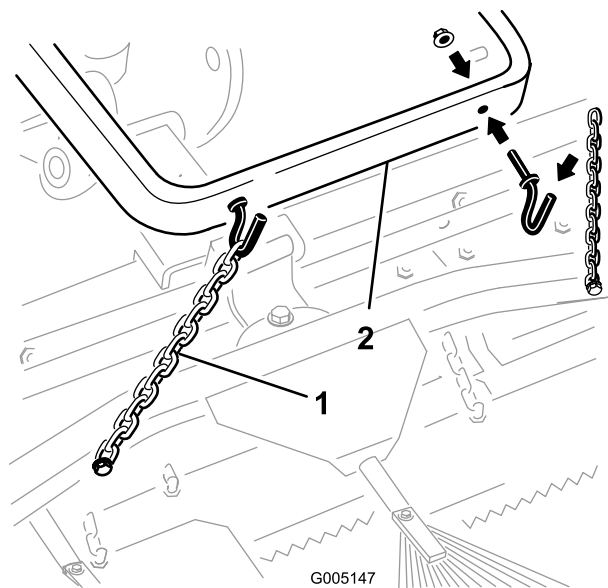
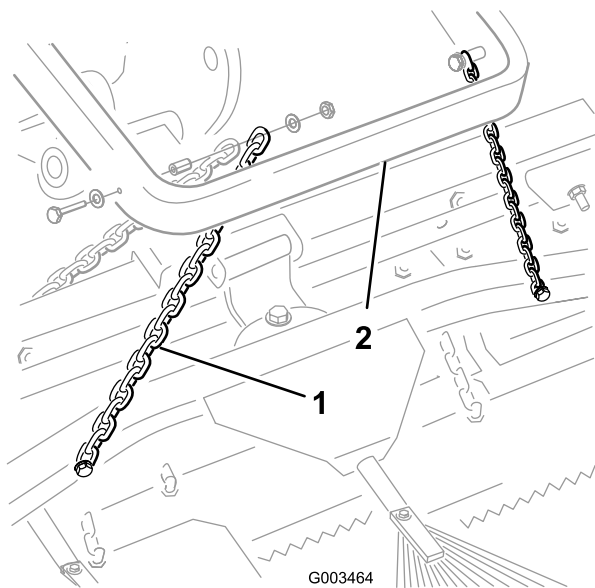

Figura 10
Figura 11
- A. Desenganche o desconecte las cadenas de transporte del brazo de elevación según se muestra en Figura 10 o Figura 11.